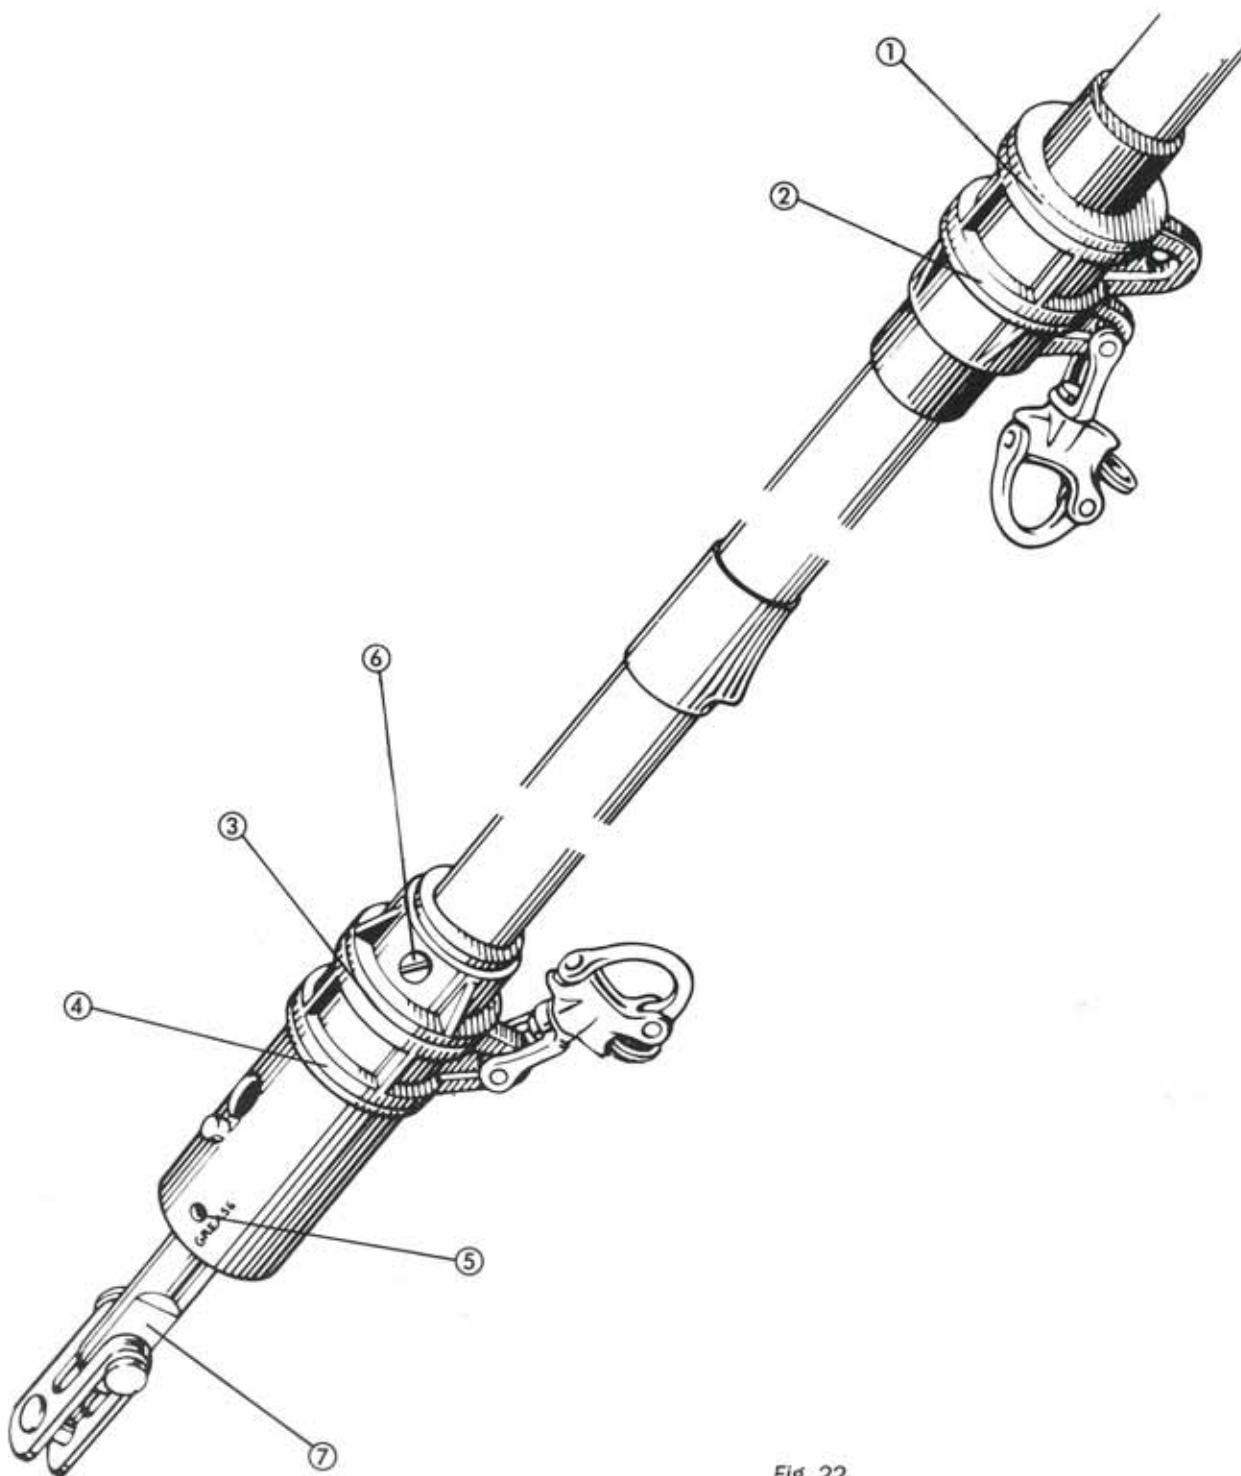

Fig. 22.
Smörj alla kullager med ett vattenbeständigt konsistensfett (med fördel på tub). Tryck in fettet direkt i springorna ① – ④. (Se fig. 22) på 3 – 4 ställen och vrid runt.
Lubricate all roller bearings with a water proof grease (preferably in a tube). Inject the grease directly into the slots ① – ④ (see fig. 22) in 3 – 4 places and turn the swivel.
Schmieren Sie alle Kugellager mit wasserfestem Fett. (Vorteilhaft aus der Tube). Drücken Sie das Fett direkt an mehreren Stellen in die Zwischenräume ① – ④ und drehen Sie mehrmals. (Siehe Fig. 22).